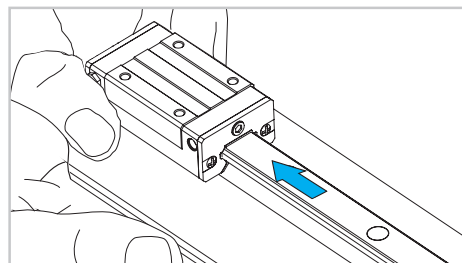

Fig. 10
- 8) Sfilare i pattini dalla guida (Fig. 10). Per rimontare i pattini svolgere le stesse operazioni all'inverso.